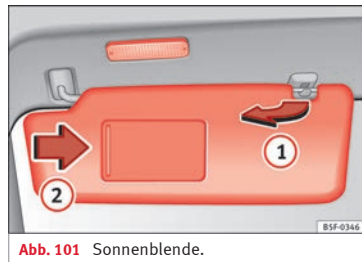

Abb. 101 Sonnenblende.
- Aus der Halterung herausziehen und zu der Tür schwenken »» **Abb. 101** ①.